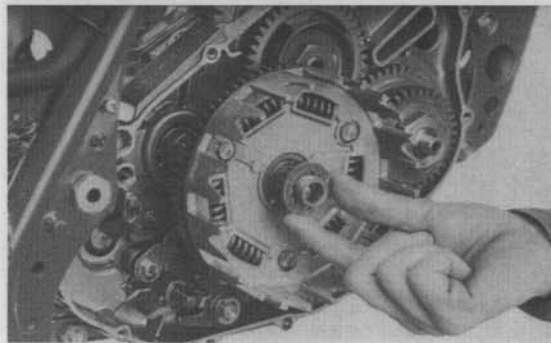
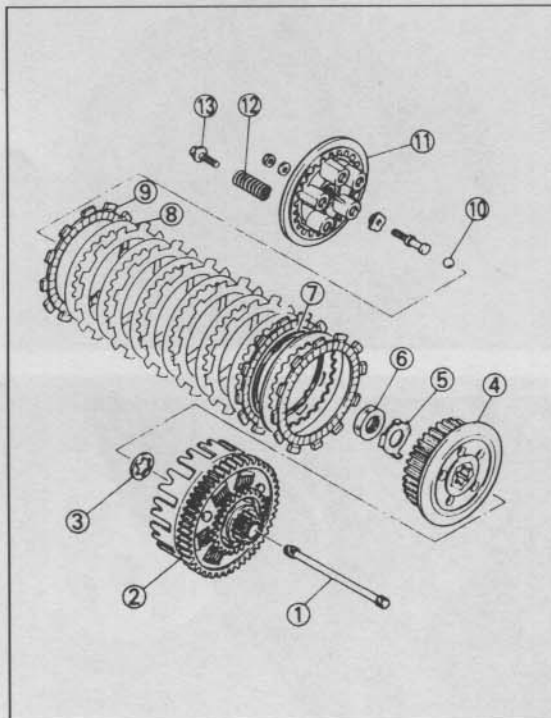

Bild 115
Bild 116 ►
- Kupplungsinnenkorb (4) Bild 115) aufsetzen. Es folgen Sicherungsblech und Mutter. Innenkorb blockieren und Mutter mit 90 Nm anziehen. Belag und Stahlscheiben abwechselnd einsetzen. Scheibe A (grösserer Innendurchmesser) gemäss Bild 116 an zweiter und letzter Stelle einsetzen.
- Wellenscheibe (7) Bild 115 bzw. 16 Bild 116 an innerer Scheibe A anbringen.